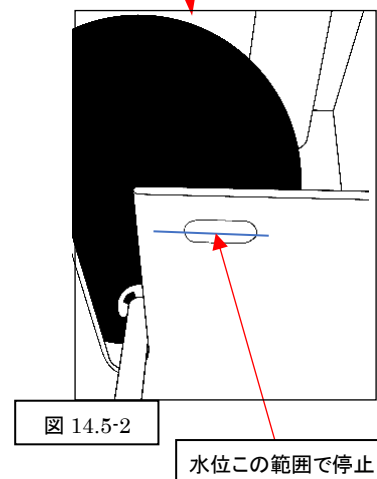

図 14.5-2
- ⑤ 給水元バルブを開き、必ず水位調整を行って下さい。
- ⑥ 水位マーク(図 14.5-2)の範囲内で水位が停止するようフロート部を前後に動かし調整して下さい。前方へ引出すと水位が高く、押込むと水位が低く調整できます。
- ⑦ 水位調整後、調整ネジはしっかり締付けて緩まないようにして下さい。
- ⑧ 一度水を少量排水して、停止水位の再確認を行なって下さい。